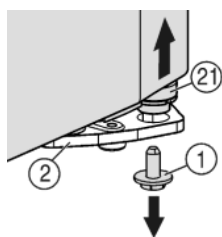
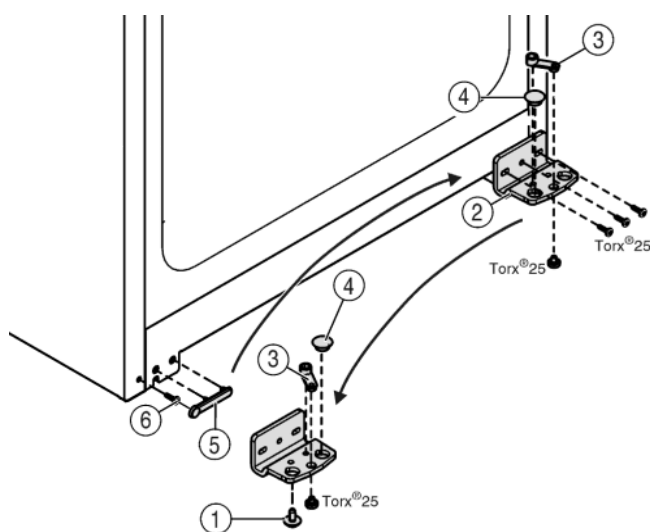

Fig. 4
Fig. 5
- ▶ Vpravo dole na stojanu ložiska vyšroubujte pojistný šroub Fig. 4 (1).
- ▷ Ložiskový čep Fig. 4 (21) se uvolní ze stojanu ložiska Fig. 5 (2).
- ▶ Pokud se ložiskový čep Fig. 4 (21) neuvolní, vytlačte čep zdola.
- ▶ Našroubujte stojan ložiska Fig. 5 (2).
- ▶ Našroubujte ložiskový díl Fig. 5 (3) a přemístěte do protilehlého upínacího otvoru stojanu ložiska, opět přišroubujte.
- ▶ Vyměňte ze stojanu ložiska zátku Fig. 5 (4) a nasadte do protilehlého upínacího otvoru stojanu ložiska.
- ▶ Opatrně zvedněte kryt Fig. 5 (5) na straně madla.
- ▶ Vyšroubujte šroub Fig. 5 (6) a na protější straně ho opět nasadte.
- ▶ Kryt Fig. 5 (5) opět nasadte.
- ▶ Přišroubujte opět stojan ložiska Fig. 5 (2) na novou stranu závěsu (**silou 4 Nm**), příp. pomocí akumulátorového šroubováku.
- ▶ Zašroubujte a dotáhněte pojistný šroub Fig. 4 (1) dole do ložiskového čepu (**silou 4 Nm**).